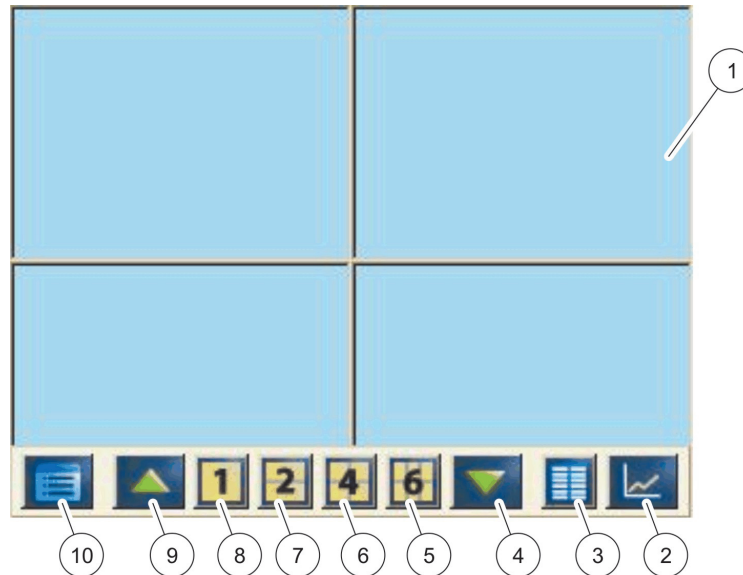

Bild 39 Messwertanzeige mit der Pop-up Werkzeugleiste
- **Pop-up Werkzeugleiste:** Die Pop-up Werkzeugleiste gewährt den Zugriff auf den SC1000 Controller und die Sondeneinstellungen und ist normalerweise verdeckt. Um die Symbolleiste einzublenden, tippen Sie unten links auf den Bildschirm. Die Werkzeugleiste enthält die in Bild 39 beschriebenen Schaltflächen.
2. Auf der Pop-up Werkzeugleiste drücken Sie **1**, **2** oder **4**. Zur Anzeige von vier Werten gleichzeitig betätigen Sie die Schaltfläche **LISTE** (Bild 39).
- Um die graphische Anzeige zu öffnen, betätigen Sie die Taste **GRAPHIK** auf der Pop-up Werkzeugleiste (Bild 39). Es erscheint die Pop-up Werkzeugleiste und die Anzeige kann zur Darstellung der Messwerte **1, 2,4, LISTE**) verändert werden